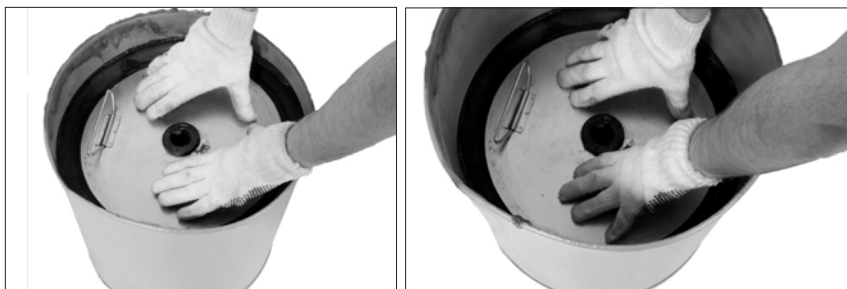

Fig. 1 – Placa compactadora
- Empurre a placa compactadora para baixo até que um pouco de graxa saia através do orifício central da mesma (Fig. 1);